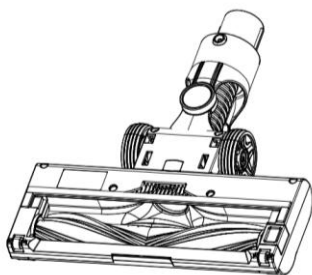

Figure 1.
1. Entfernen Sie die elektrische Bodenbürste wie beschrieben und drehen Sie sie um (Figure 1)